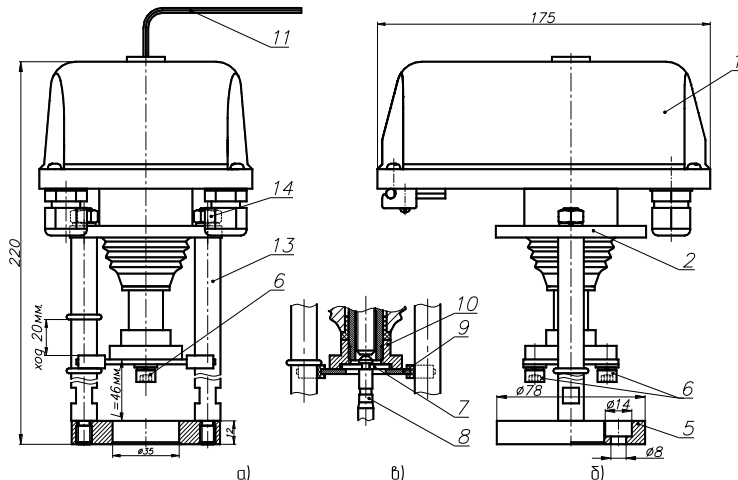
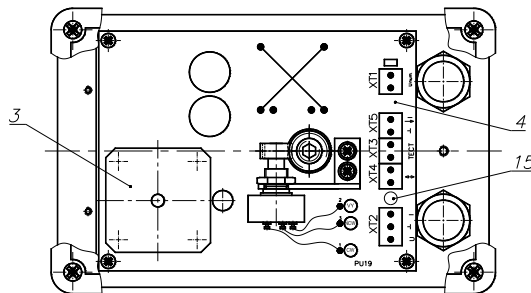

Рисунок 1. ВЭП-138-1500
Рисунок 2. Электропривод (вид при снятой крышке)
- электропривод ВЭП-138-1500 (см. рис.1 – поз.1);
- винтовая передача (см.рис.1 – поз.2).
Электропривод (см. рис.1, рис.2) выполнен на базе шагового электродвигателя 3, питание и управление которым осуществляется от платы управления 4, обеспечивающей его работу с заданной скоростью, а также его отключение при нагрузке больше усилия отключения. Усилие отключения устанавливается на предприятии – изготовителе.
Габаритные размеры, мм, не более	См. рисунок 1